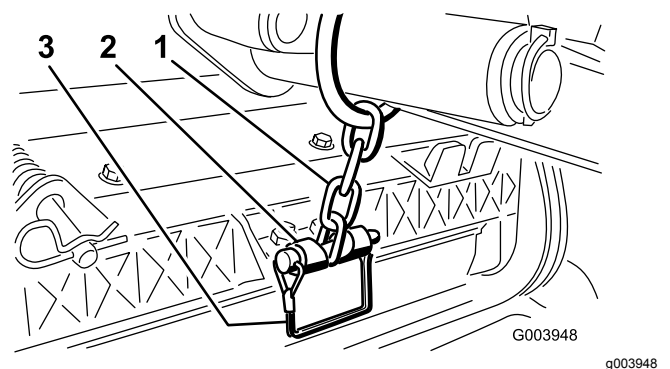

Figura 13
12. Sujete la cadena del brazo de elevación al soporte de la cadena con el pasador de seguridad (Figura 13). Utilice el número de eslabones indicado en el *Manual del operador* de la unidad de corte.